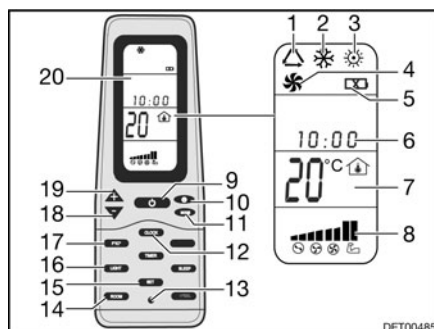

Fig. 128 Télécommande
- Appuyer sur la touche ON/OFF (Fig. 128,9).
- Appuyer sur la touche "Mode" (Fig. 128,11) autant de fois que nécessaire pour que le mode de fonctionnement souhaité (Fig. 128,1, 2, 3 ou 4) s'affiche à l'écran (Fig. 128,20).
- Régler la température désirée à l'aide des touches "+" (Fig. 128,19) et "-" (Fig. 128,18).
- Sélectionner le niveau de ventilation souhaité à l'aide de la touche de vitesse du ventilateur (Fig. 128,10).